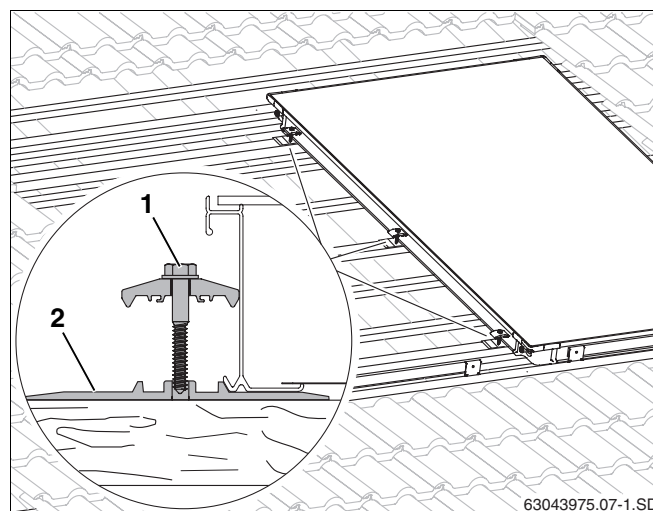

Fig. 24 Elemento de sujeción bilateral en el primer colector
- Eleve ligeramente el colector y deslice por debajo del colector la placa intermedia (fig. 24, **pos. 2**) con el elemento de sujeción bilateral, situada sobre el 2º y el 3er listón adicional, así como en la parte central del colector sobre un listón hasta que la elevación de las mismas haga tope en el borde del colector.
- Es necesario realizar previamente un taladro de 4 mm para el tornillo (fig. 24, **pos. 1**). Utilice las entalladuras de la placa intermedia para realizar las marcas.